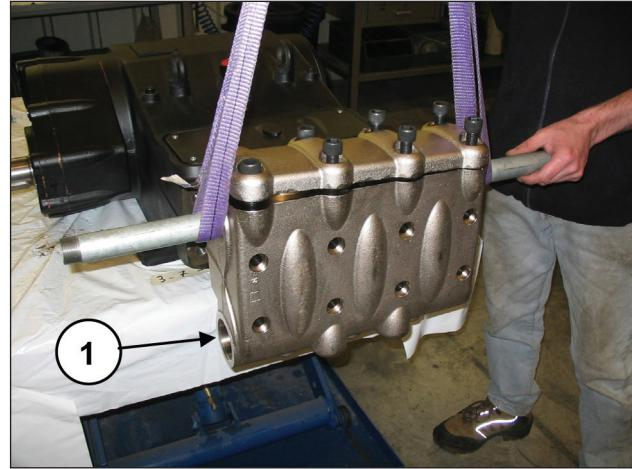
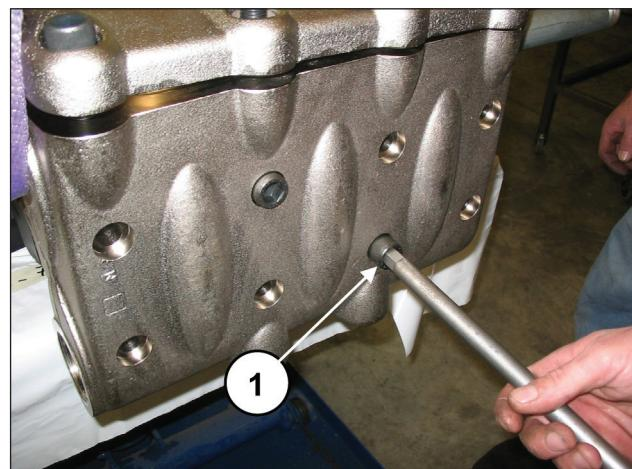

Рис. 117
Рис. 118
Установите головку на картер насоса (поз. ①, Рис. 117), следя за тем, чтобы не ударить поршни, и завинтите 8 винтов M16x180 (поз. ①, Рис. 118).
Затягивайте 8 винтов M16x180, начиная с 4 внутренних винтов перекрестным способом (см. Рис. 117), затем перейдите к 4 внешним винтам, также затягивая их крест-накрест.